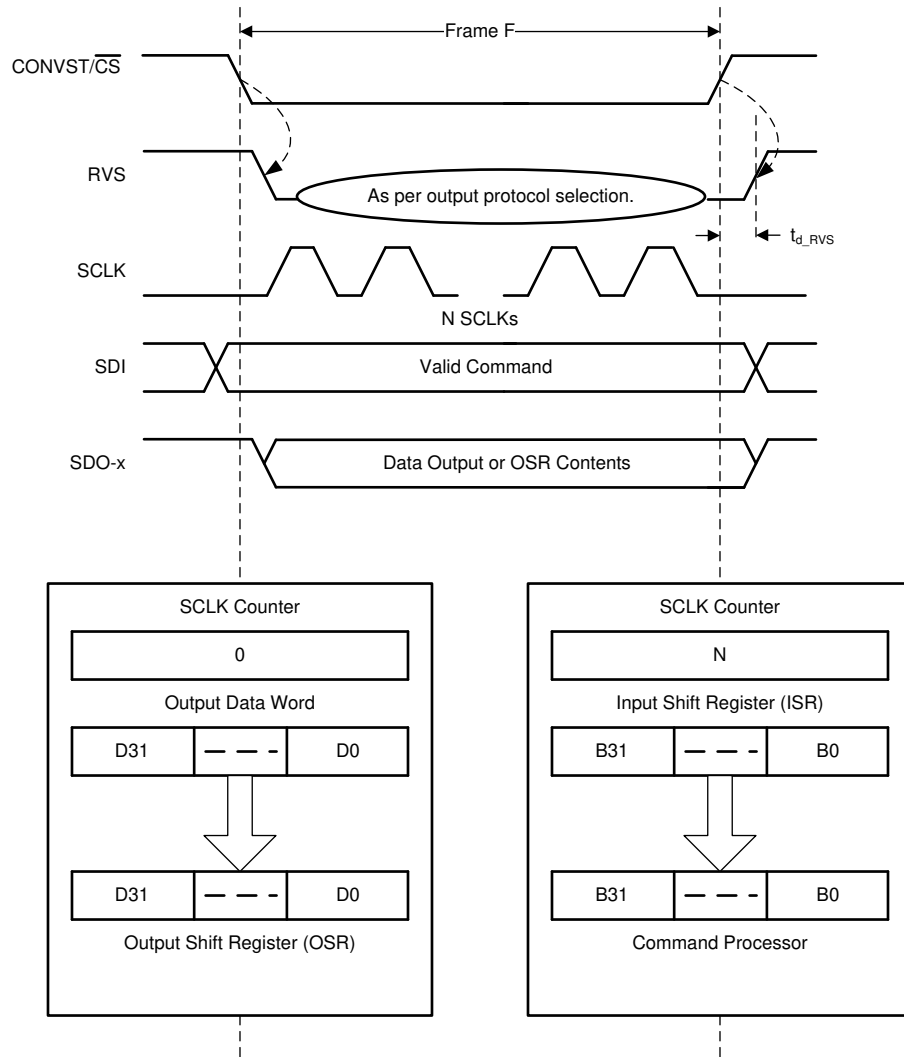

图 6-25. 数据传输帧
器件和主机控制器之间的数据传输帧从 $\text{CONVST}/\overline{\text{CS}}$ 引脚的下降沿开始。当器件在随后的上升沿开始转换时，此帧结束。主机控制器通过在 CONV 阶段结束后将 $\text{CONVST}/\overline{\text{CS}}$ 信号拉至低电平（图 6-25）来启动数据传输帧。CONV 状态 部分说明了此过程。
- 器件控制数据总线。如图 6-25 所示，输出数据字的内容加载到 32 位输出移位寄存器 (OSR) 中。
- 如图 6-25 所示，输入移位寄存器的内容传输至命令处理器以进行解码和进一步操作。